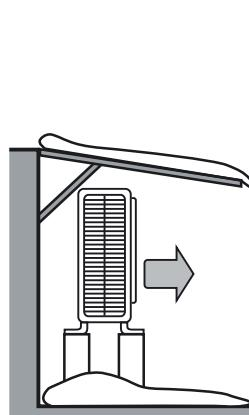

Bild 4-1 Installation Außengerät auf erhöhtem Sockel und mit Schneedach
- einen erhöhten Sockel und ein Vordach (Bild 4-1),